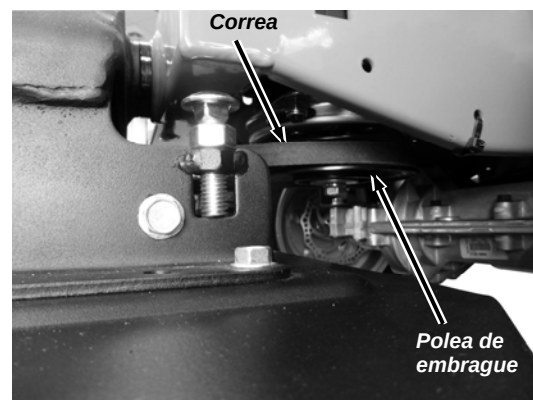

Figura 40
3. Empuje la correa hacia la unidad de potencia y la correa caerá de la polea del embrague (**Figura 40**).
6. Enrolle la correa alrededor de la polea del embrague debajo de la unidad de potencia (**Figura 40**).